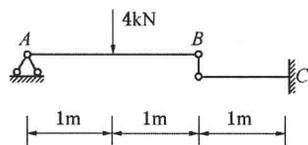

图 1A411020 - 8
12. 梁的支撑与受力如图 1A411020 - 7 所示，A 为铰支座，C 为固端支座，则 A 支座反力为() kN。